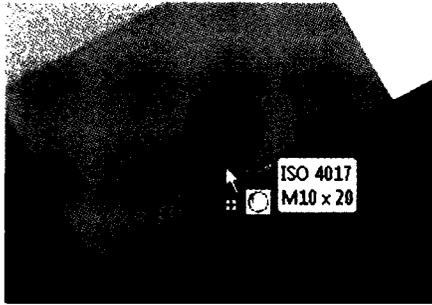

Рис. 4.9. Крепежи меняют размер под существующее отверстие
6. Когда размер болта изменится, подсветится кромка отверстия. Когда она станет красной, щелкните по ней (рис. 4.9).